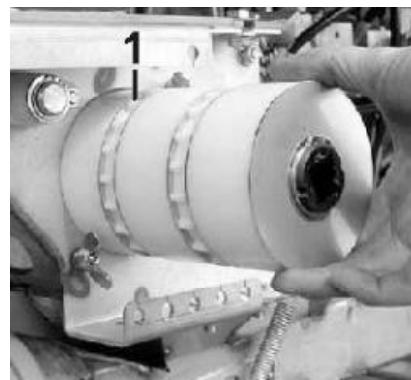

Рисунок 14
- Мелкая – (рисунок 14) для мелкого посевного материала.